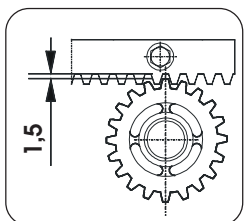

Fig. 17
- Au terme de l'installation de la crémaillère, pour garantir un engrenement correct avec le pignon, on recommande d'abaisser la position du motoréducteur d'environ 1,5 mm (Fig. 17).